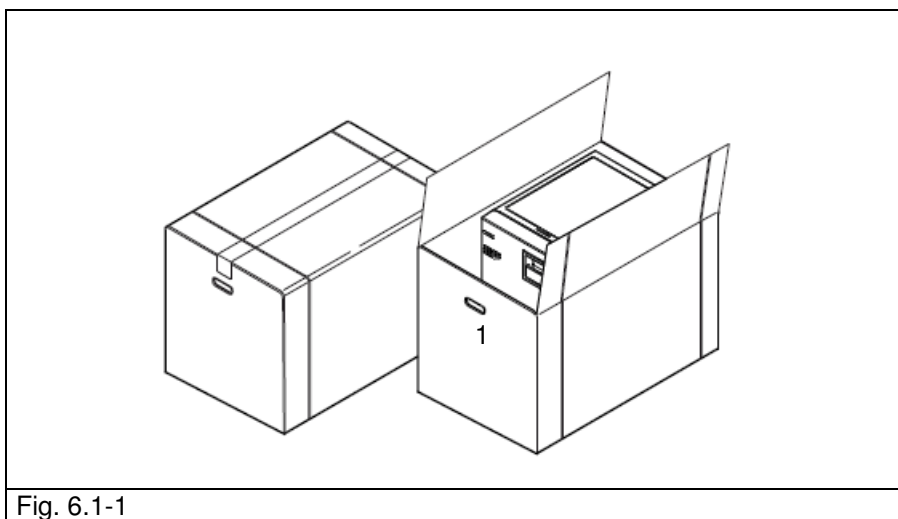

Fig. 6.1-1
El embalaje y el aparato son delicados; manejar con cuidado. Transportar sin sacudidas ni choques. LAS ASAS DEL EMBALAJE (1 en la Fig. 6.1-1) SIRVEN SOLAMENTE PARA EL LEVANTAMIENTO VERTICAL. Conservar en ambientes secos y protegidos. **Se debe conservar el embalaje durante todo el periodo de la garantía.**
- Quitar las grapas que cierran la parte superior del embalaje de cartón (Fig. 6.1-1).